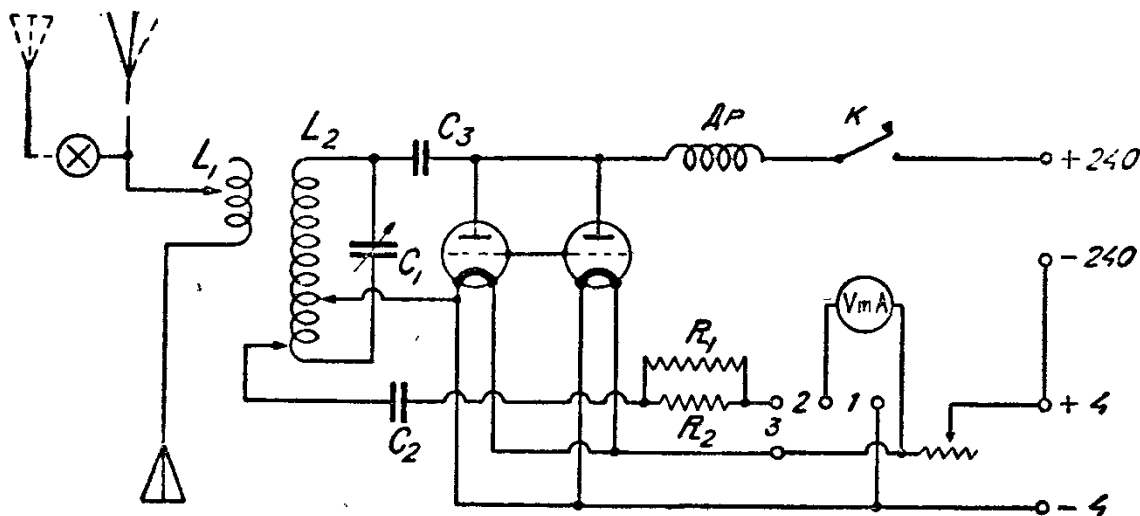

Рис. 1
Поскольку в нашу задачу входила разработка простой, несложной и недорогой конструкции, схема передатчика умышленно взята „заслуженная“, именно трехточка Гартлея (рис. 1). Эта схема при всей своей примитивности никогда не подводит и до настоящего момента не потеряла своего значения. Для удобства настройки в схему включен вольтмиллиамперметр с 4 штепсельными гнездами. При включении в эти гнезда короткозамкнутой штепсельной вилки (положение 1) прибор измеряет накал генераторных ламп, при другом включении (2) он же измеряет сеточный ток, что особенно необходимо для точной настройки передатчика в резонанс с антенной, а при третьем положении (3) прибор выключен. Диапазон передатчика при применении нижеуказанных деталей лежит в пределах от 35 до 85 м